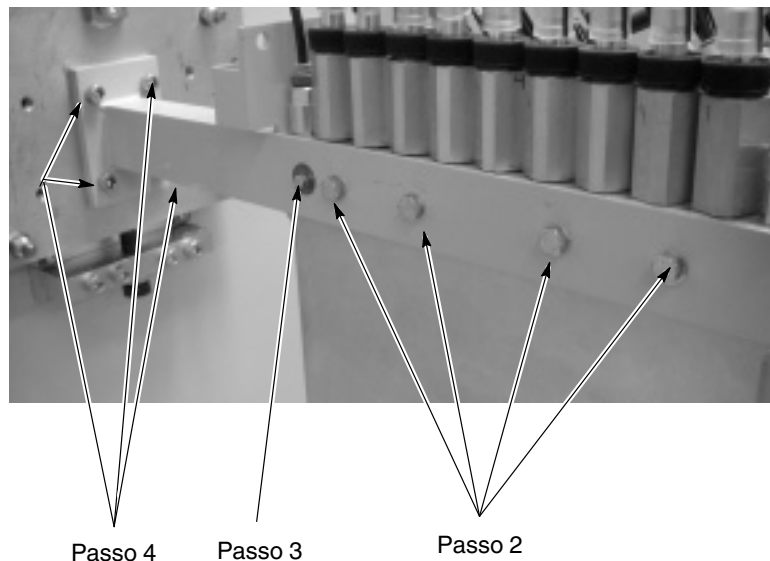

Figura 8-11 Ajuste da lança, passos 2 - 4
2. Consulte a figura 8-11. Desaperte os parafusos passantes de 8 mm que fixam as placas das lanças aos braços das lanças.